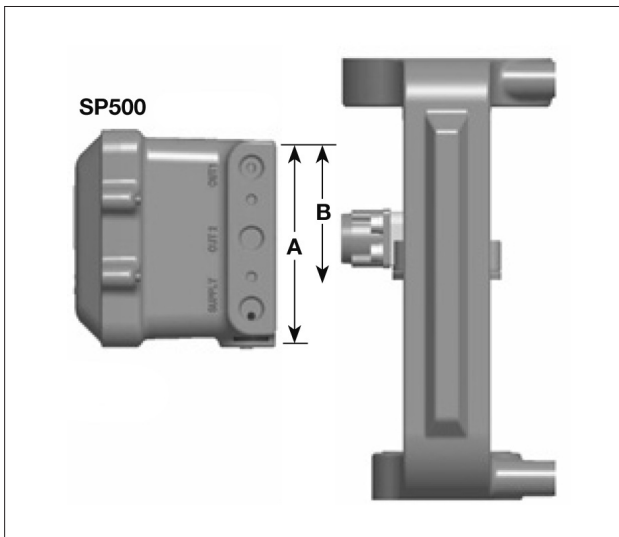

Bild 35
7. Stellsregler durch vertikales Verschieben grob in die Mitte des Ventilhubs einstellen, siehe Bild 35. Dieses mittige Befestigen des Stellsreglers ist jedoch für dessen Funktion nicht zwingend notwendig.
Unbedingt notwendig ist, dass der Hub „B“ des Magnetbügels sich im Bereich des Arbeitsbereiches des Stellsreglers, Hub „A“ befindet. Dieser Arbeitsbereich wird vertikal vom Gehäuse des Stellsreglers begrenzt, siehe Bild 35.